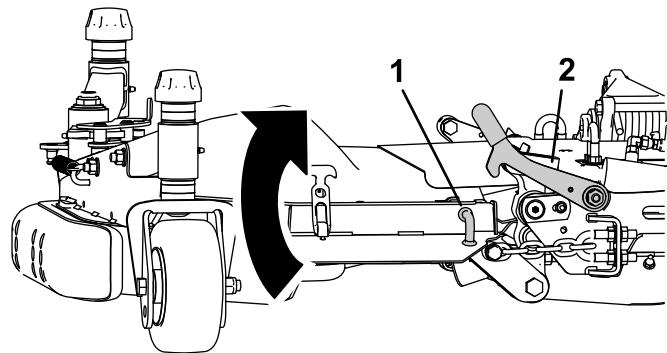

Figura 7
- Eleve la carcasa lateral y trabe el pasador con la palanca de enganche (Figura 7).